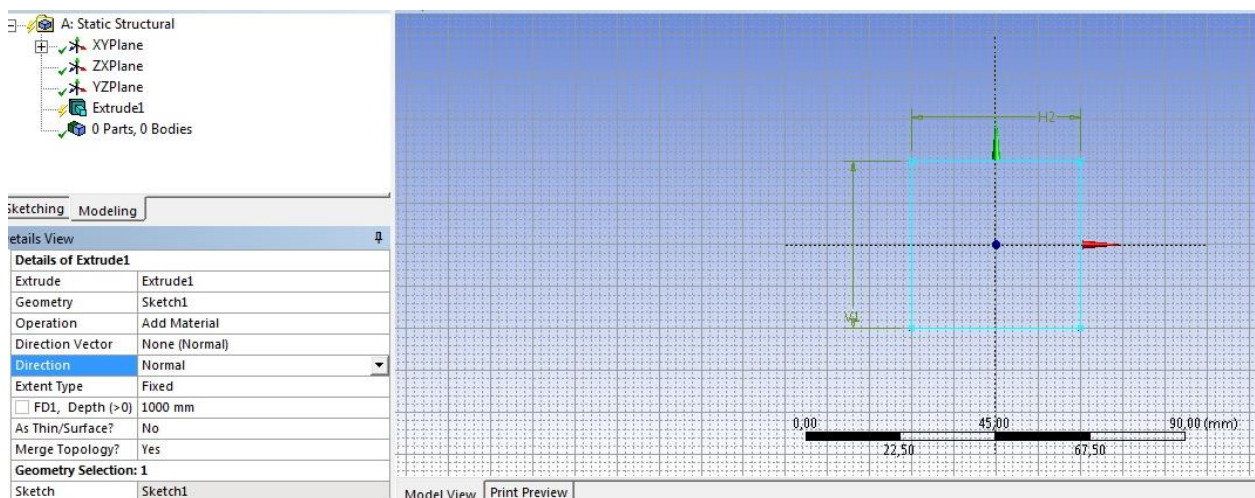

Рис. 4. Операція *Extrude*
3.3.6. На панелі меню вибираємо кнопку **Extrude** (рис. 4) для видовження побудованого ескізу перерізу балки, а у вікні **Details View** задаємо її точну довжину.